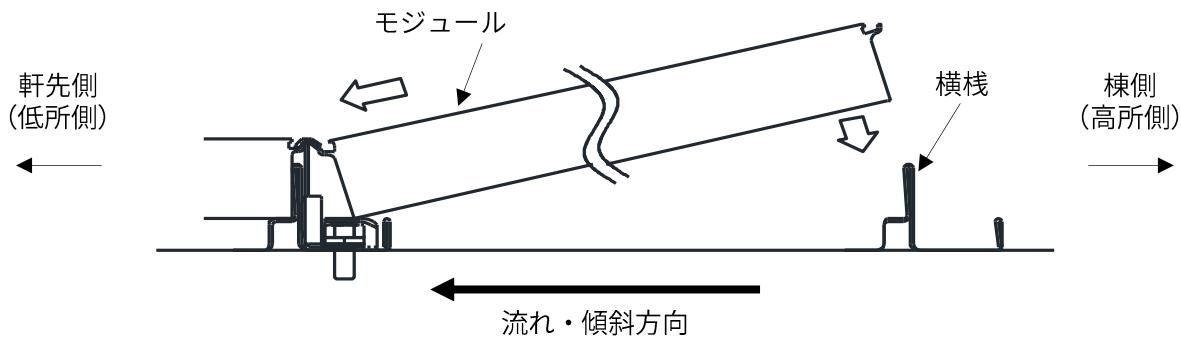
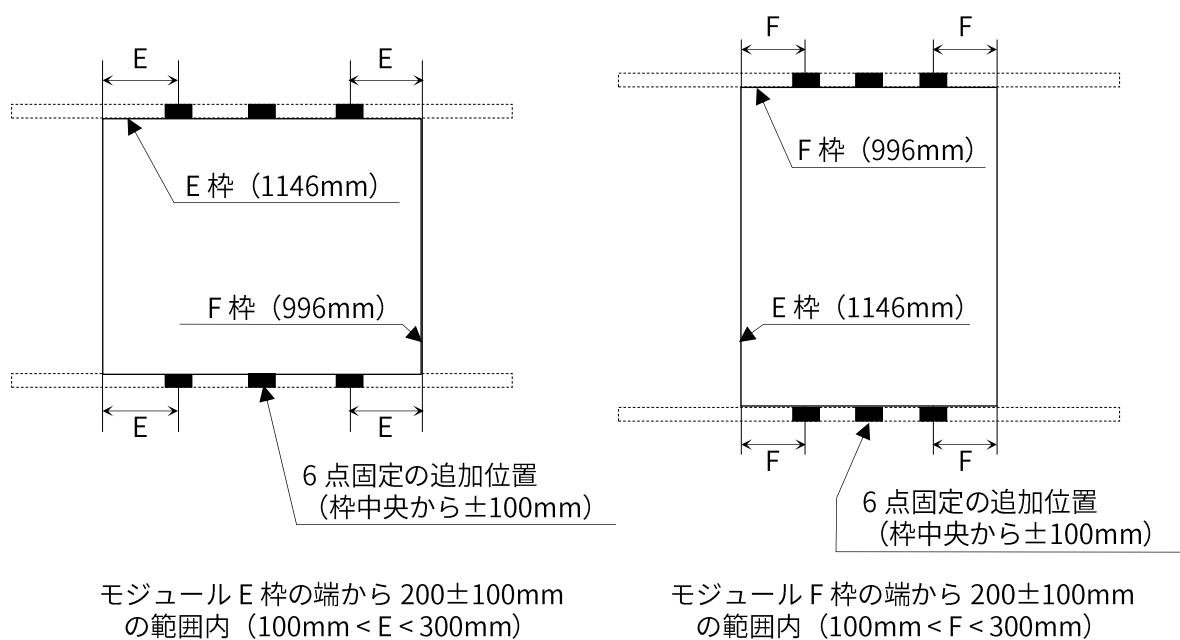
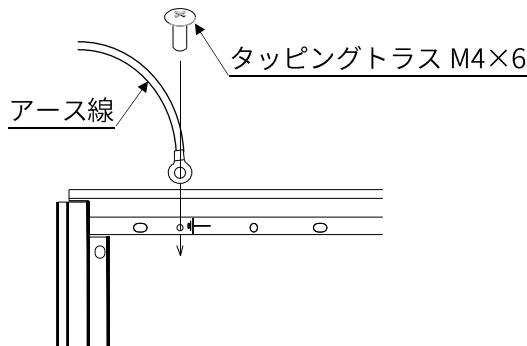

図 3-1. YS II 工法 モジュール固定図
図 3-4. 固定範囲
図 5-1. モジュール枠での架台のアース接続
図 3-1 に示すように、モジュール枠側面にある L 字の引っ掛け部分（溝）を使って固定する方法です。弊社指定の専用固定金具を枠側面の溝に引っ掛け、その専用固定金具を M8 ボルトにて横桟へ固定します。また、軒先側については、軒先カバーを同様に固定します。4 点固定の場合は、専用固定金具の固定位置は図 3-4、3-5 に示すように、固定する枠ごとに 2 ケ所、モジュール全体で 4 ケ所を固定し、モジュール端より E 枠の 200±100mm、F 枠の 200±100mm の範囲で固定してください。固定点を追加する場合は、図 3-4、3-5 に示すように 6 ケ所で固定することもできます。
④一番棟側で、モジュール押え金具にタッピングトラス M4×6 でアース接続してください（図 3-4 参照）。なお、モジュール E 枠のアース用ボルト穴を使ってアース接続することもできます（図 5-1 参照）。
太陽電池モジュール E 枠（図 3-4 参照）のアース用ネジ穴にアース線をタッピングトラス M4×6 で取付けてください。